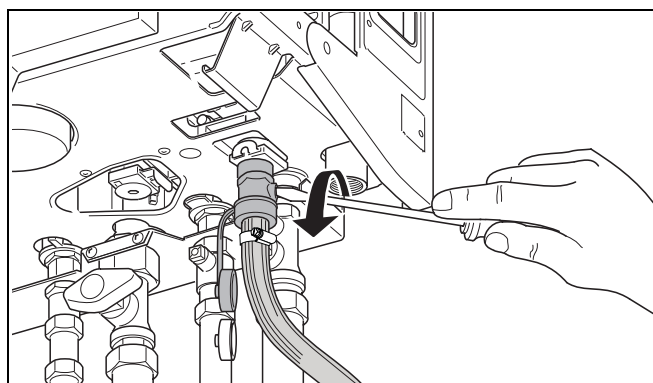

Abb. 14 Füll- und Entleerhahn öffnen
- Füll- und Entleerhahn (Abb. 14) öffnen.